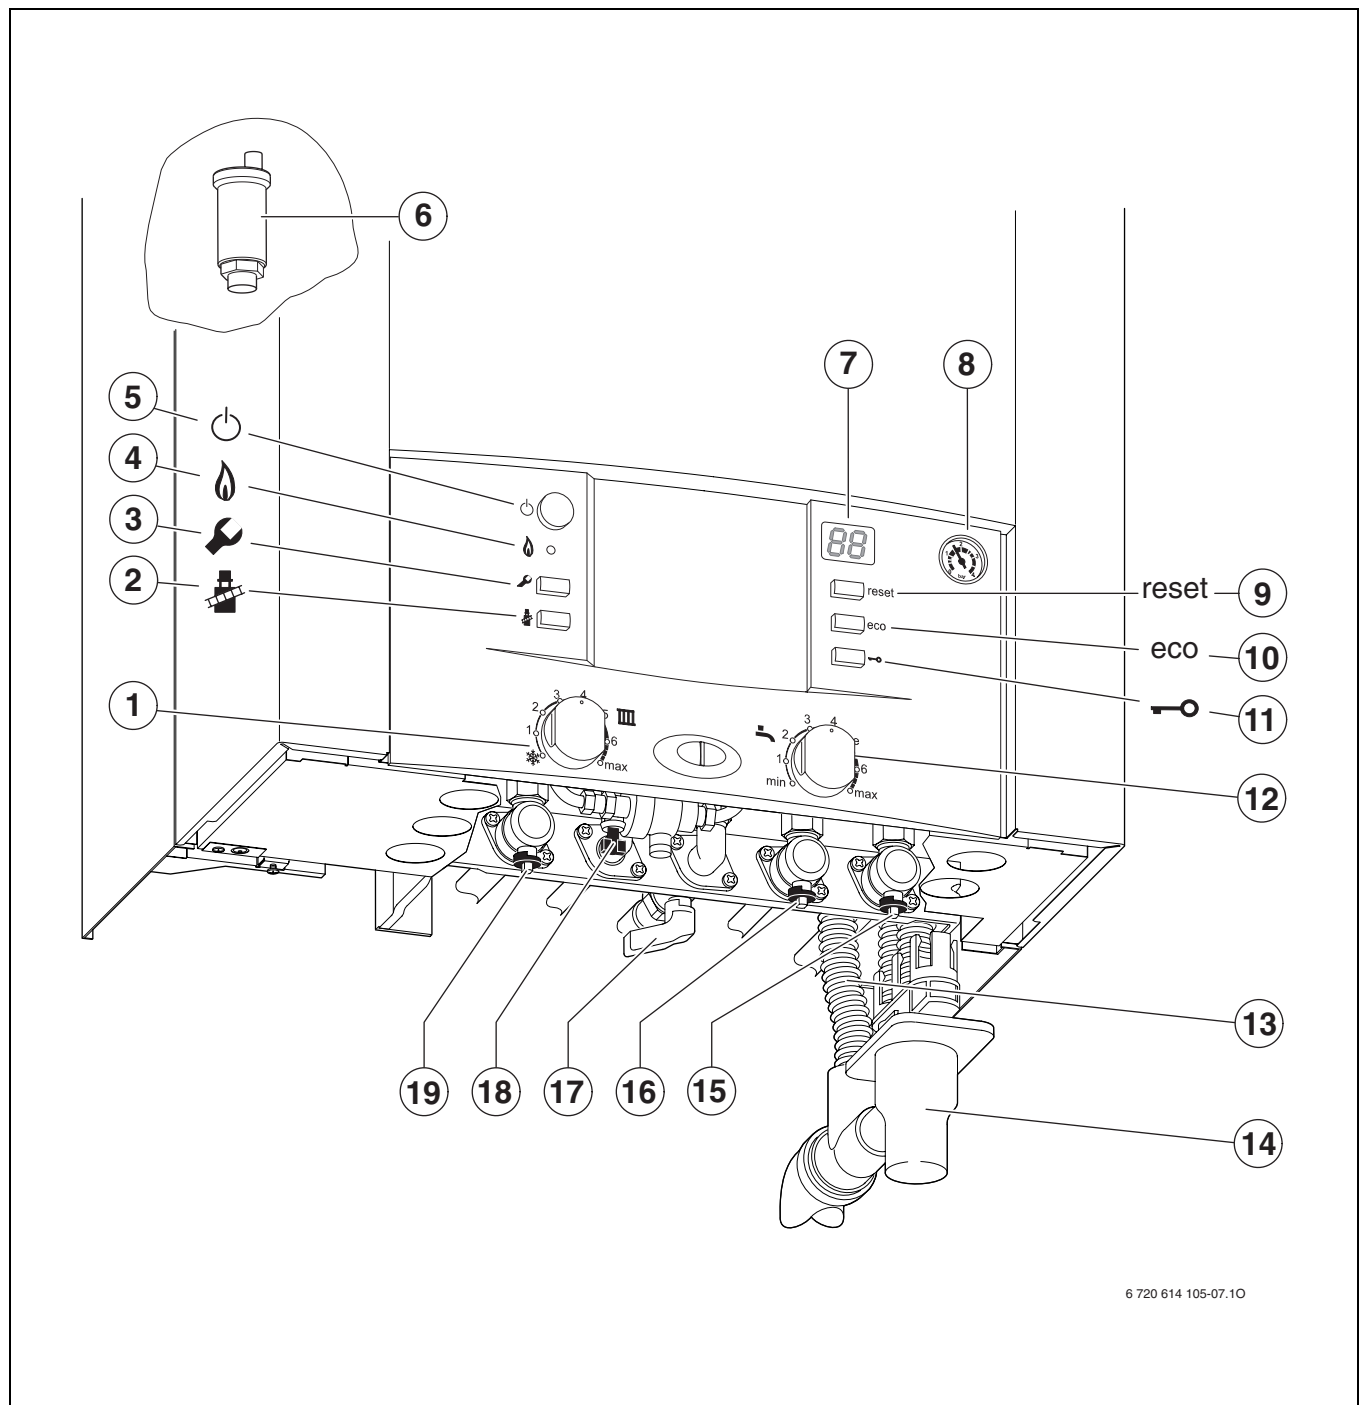

Fig. 26 Vista caldaia con accessorio DOS GA 5/18
- ▶ Aprire il rubinetto di acqua fredda (→ pos. 17).
- ▶ Riempire l'impianto di riscaldamento a 1 - 2 bar tramite il dispositivo di riempimento incorporato (pos. 19, fig. 26) e chiudere il rubinetto di riempimento.